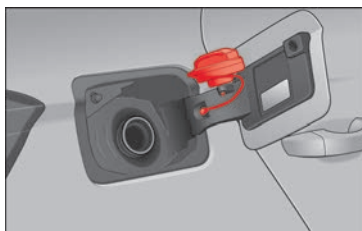

Fig. 64 Tapa del depósito con el tapón encajado.
- Colóquelo en el espacio que hay en la bisagra de la tapa abierta » **fig. 64.**